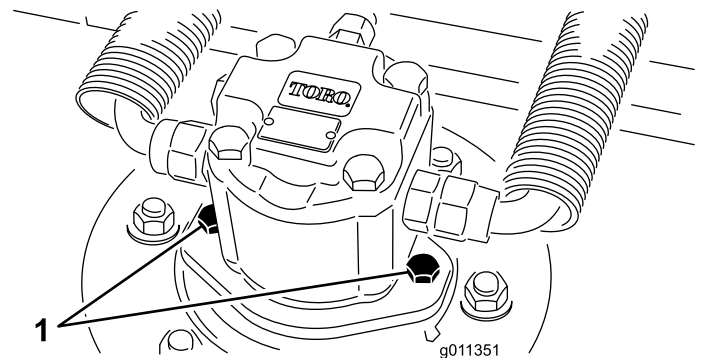

Figure 97
2. Débranchez et déposez le moteur hydraulique du plateau de coupe (Figure 97). Couvrez le dessus de l'axe pour éviter toute contamination.
3. Montez le moteur hydraulique sur le plateau de coupe (Figure 97). Vérifiez que le joint torique est en place et en bon état.